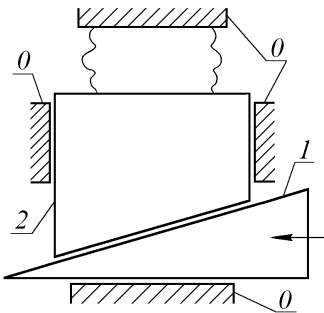

Рис. 1.9. Схема клинового преса
**Задача 6.** Підрахувати число ступенів свободи механізму клинового преса за схемою (рис. 1.9). Тут: 1 - клин; 2 - плунжер.